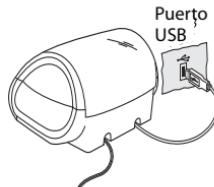

Figure 6
- 6 Cuando el instalador de software lo indique, conecte el cable USB al puerto USB. Véase Figure 6.